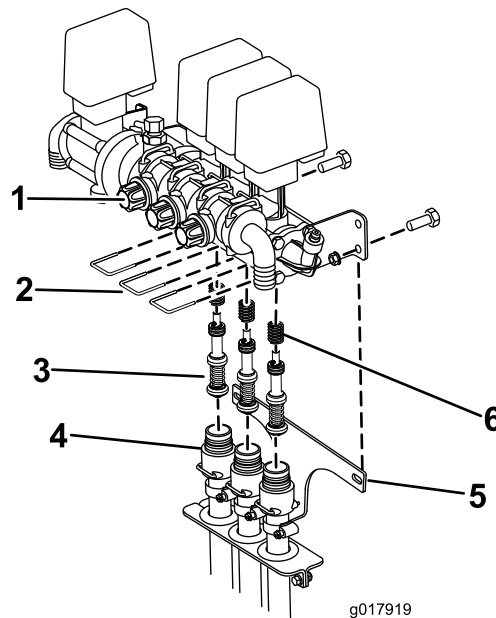

Figura 75
- B. Rimuovete le 3 forcelle che fissano le relative sedi al gruppo valvola (Figura 75).
- C. Togliete le due viti e i dadi che fissano le staffe del cablaggio del flessibile al telaio dell'irroratrice (Figura 75). Abbassate i tubi dal gruppo valvola.
- D. Usate una chiave Allen per rimuovere le viti che fissano i gruppi pistone nel gruppo valvola. Non dimenticate le molle nella valvola (Figura 75).